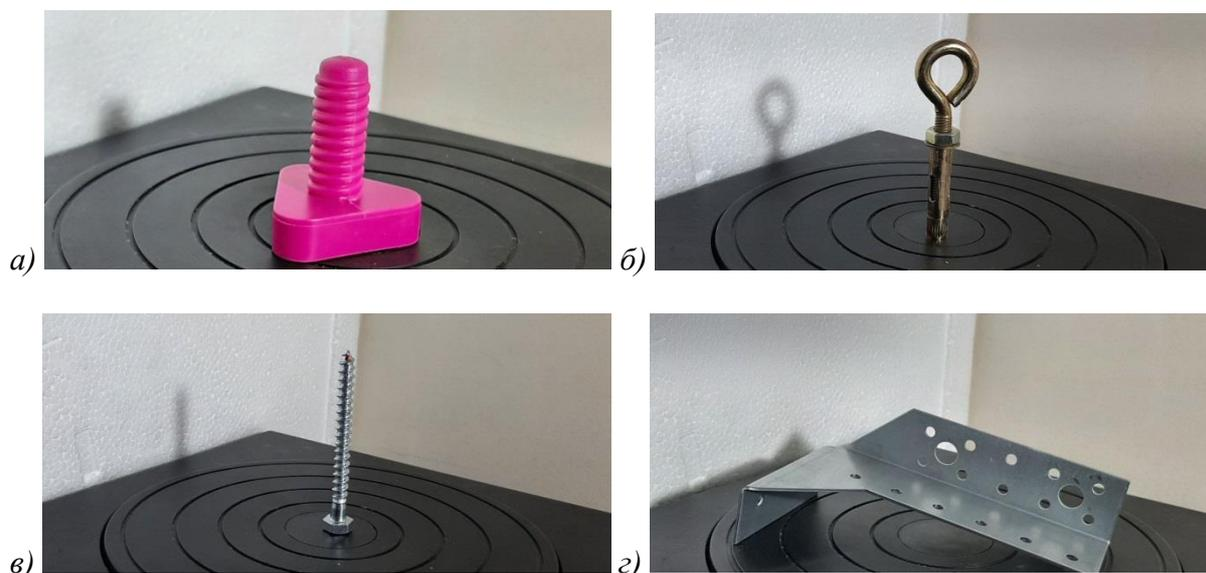

Рисунок 3.1 Модели для сканирования, где
- Набор моделей для сканирования (Рисунок 3.1).